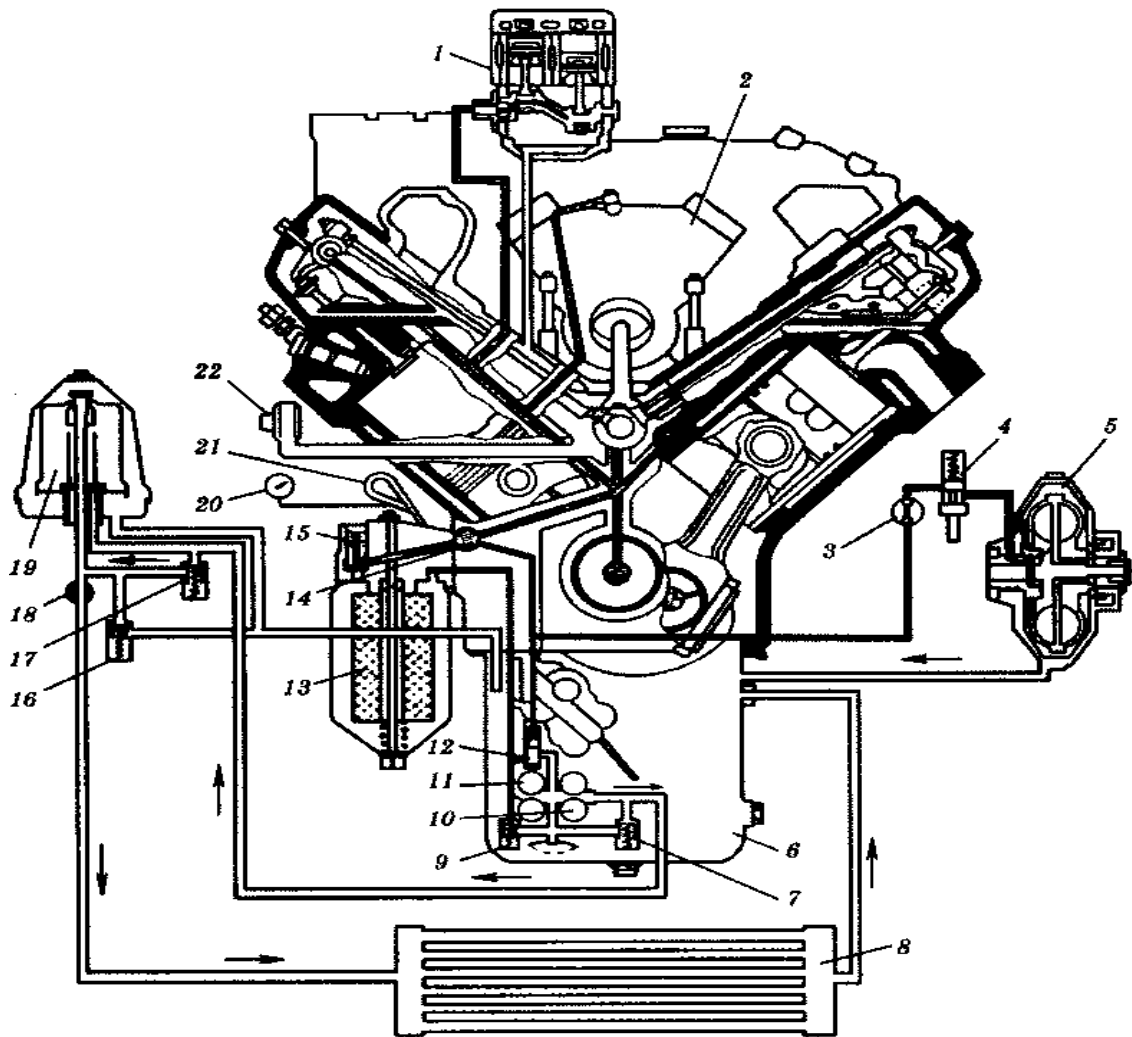

Рис. 1. Схема системи мащення двигуна КамАЗ-740:
3. Вигвинтіть корпус разом зі зворотним клапаном 29 (див. рис. 1) системи передпускового прокачування, розгляньте його і встановіть на місце.